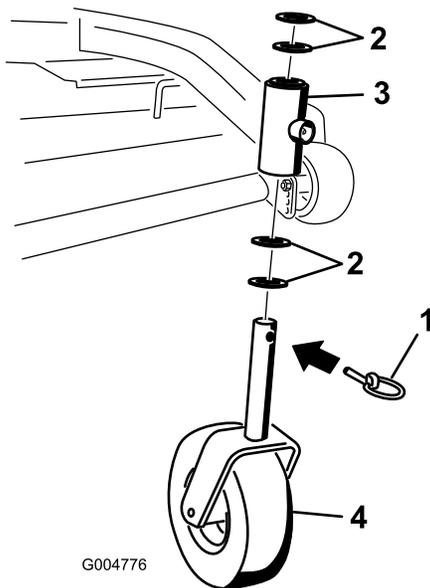

Figura 32
2. Togliete il perno di bloccaggio e il distanziale(i) dalla parte superiore della forcella della ruota orientabile (Figura 32).